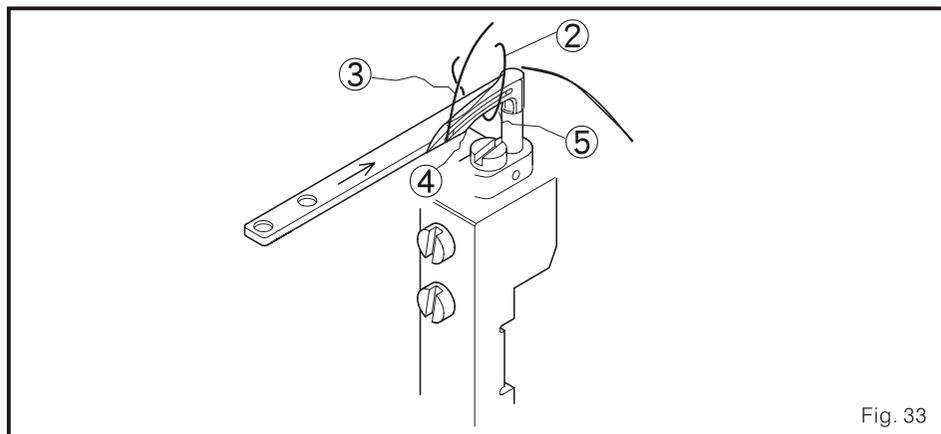

Fig. 33
2. Quando a faca móvel 1 se mova para o ponto morto dianteiro, o arco de fio 2 deve entrar na primeira incisão. (Fig. 33)